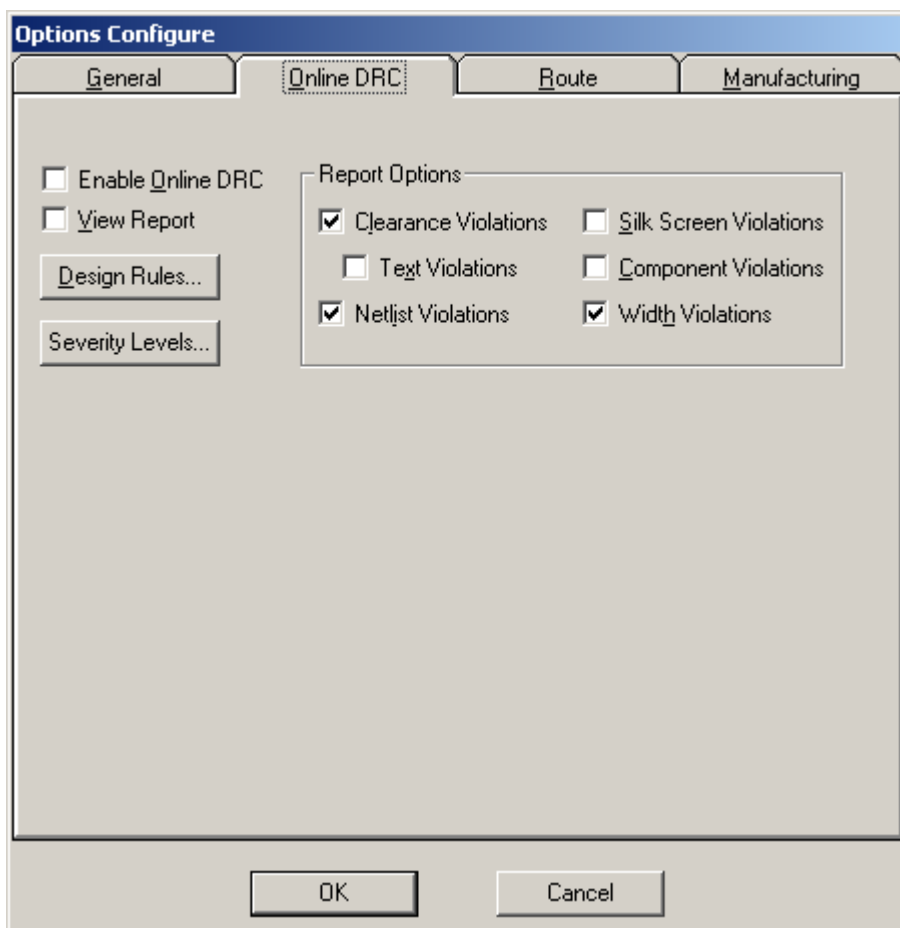

Рис. 3 Окно команды **Options Configure**, вкладка **Online DRC**
- 2.4 Произведите настройку технологических параметров проекта. Для этого перейдите на вкладку Online DRC (рис. 3)